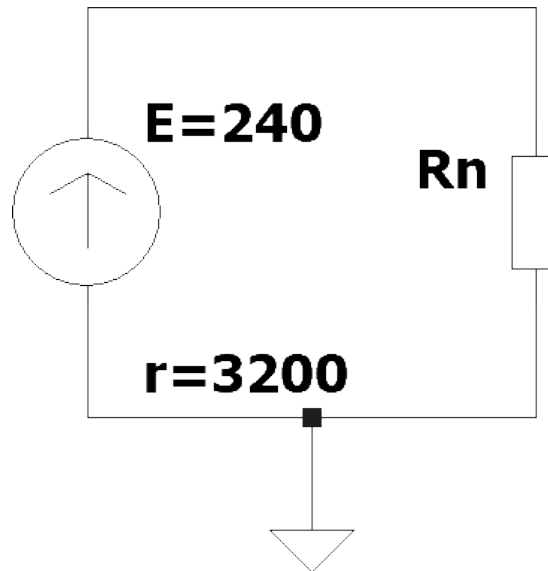

Рис. 1: Схема электрической цепи
1. В приложении LTspice собрать электрическую цепь по заданной схеме замещения со значениями $r = 3200[\text{Ом}]$ и $E = 240[\text{В}]$ (рис.1).